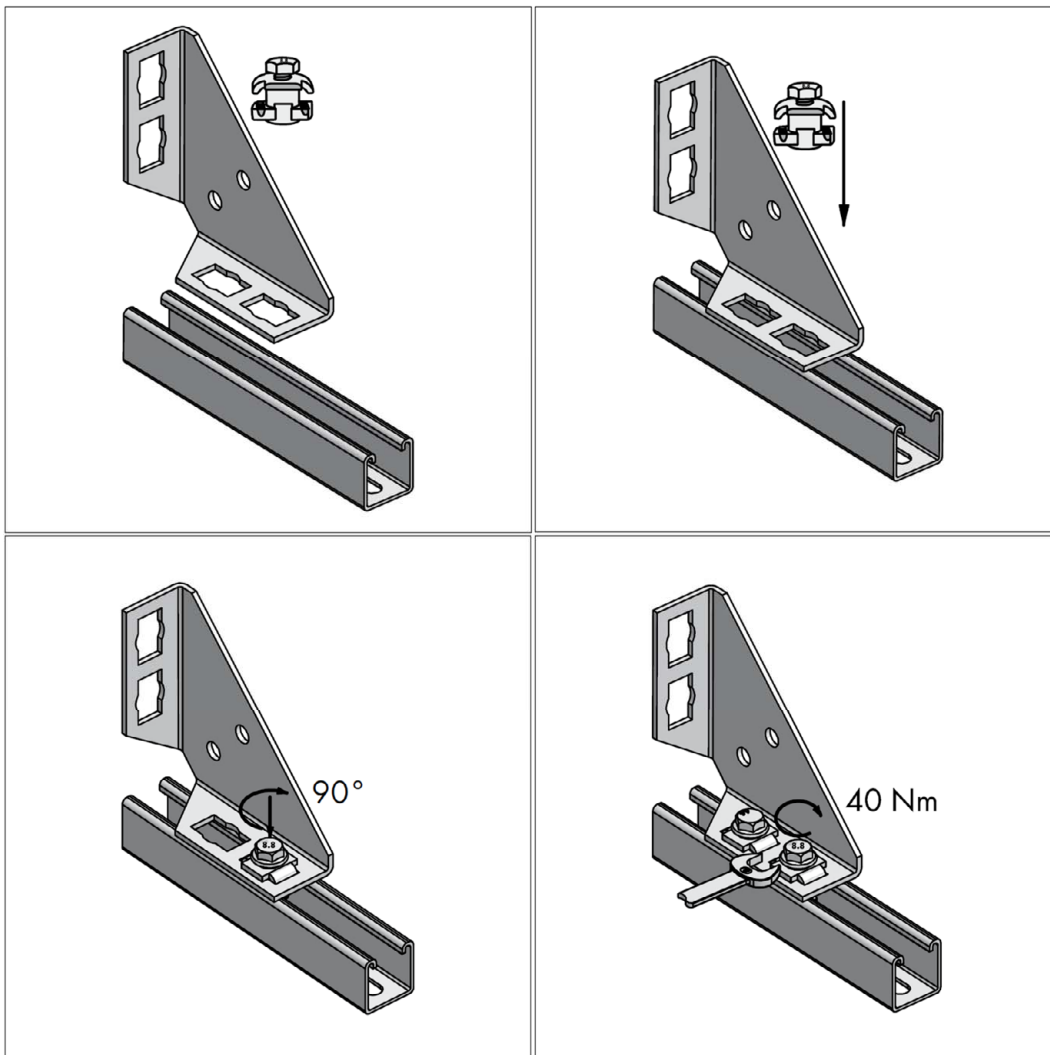

Bild B1: Montageanleitung
- Die Hinweise zur Montage gemäß Bild B1 sind Grundlage für die Angaben zur Leistungsbewertung im Anhang C1 und D1.